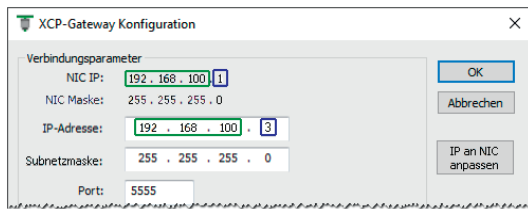

Abb. 6-25: Befehl **IP an NIC anpassen**
- ▶ Wenn Sie für Konfiguration und Messungen denselben PC und dieselbe Netzwerkkarte verwenden, müssen die IP-Adressen von Netzwerkkarte und XCP-Gateway im selben Adressbereich liegen (Abb. 6-25, grüne Markierungen), sie dürfen jedoch nicht identisch sein (Abb. 6-25, blaue Markierungen). Diese Anpassung kann bei Bedarf über den Befehl **IP an NIC anpassen** erfolgen. Die IP-Adresse wird automatisch an die IP-Adresse der Netzwerkkarte angepasst. Eine manuelle Änderung des Eintrags **IP-Adresse** ist nicht erforderlich.